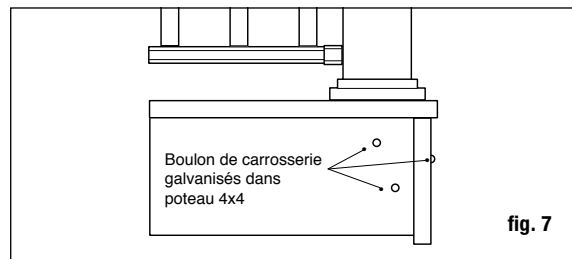

fig. 7
**Étape 3** Grâce au niveau, positionnez, mettez le poteau à niveau et maintenez-le avec un serre-joint à la face intérieure de la solive. Remettez à niveau. Le poteau de garde-corps de 10 x 10 cm (4 x 4 po) devrait être boulonné à l'intérieur de la solive avec deux boulons de carrosserie galvanisés 1/2 x 6 po. Les poteaux de coin utilisent un troisième boulon de carrosserie inséré à travers la solive adjacente (fig. 7).
**Étape 3** Grâce au niveau, positionnez et mettez le poteau du garde-corps d'escalier à niveau et maintenez-le avec un serre-joint à la face intérieure du limon. Remettez à niveau. Le poteau du garde-corps d'escalier de 10 x 10 cm (4 x 4 po) devrait être boulonné à l'intérieur du limon d'escalier en utilisant deux boulons de carrosserie galvanisés 1/2 x 6 po. Les poteaux de coin utilisent un troisième boulon de carrosserie inséré à travers la solive adjacente (fig. 7). Les poteaux au niveau du sol devraient être installés dans le béton.